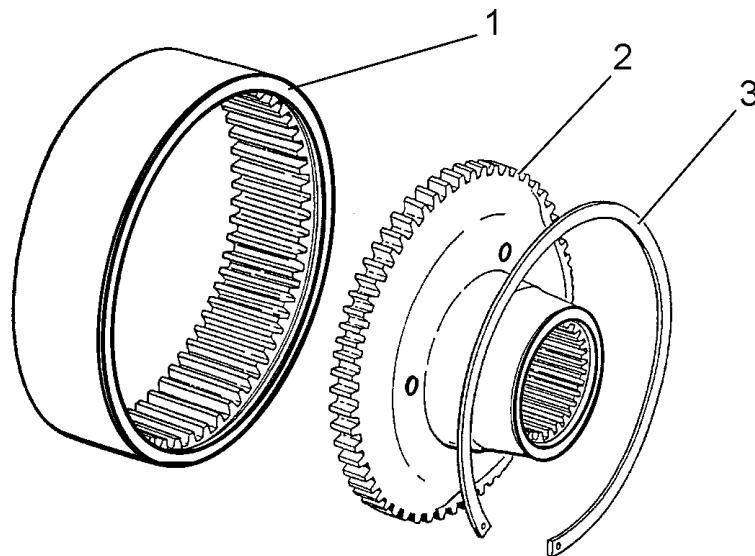

Рис. 7D.8. Узел ступицы эпициклической шестерни
7. Вкрутить болты М12 в три отверстия ступицы (2, Рис. 7D.8.) эпициклической шестерни и стянуть весь узел ступицы (2) эпициклической шестерни в сборе вместе с эпициклической шестерней (1). Выкрутить три съемных болта М12.
8. При необходимости снять стопорное кольцо (3) с помощью круглогубцев RSKn-200. Вынуть ступицу (2) эпициклической шестерни из эпициклической шестерни (1), а со ступицы эпициклической шестерни стянуть на прессе внутреннюю обойму конического подшипника (12. Рис. 7D.5.).
9. Обозначить положение суппортов относительно кронштейна. Выкрутить болты с шайбами и снять суппорты (14), (26) тормоза. Задний мост имеет по одному суппорту на каждое колесо, в то время как передний мост имеет по два суппорта на одно колесо.